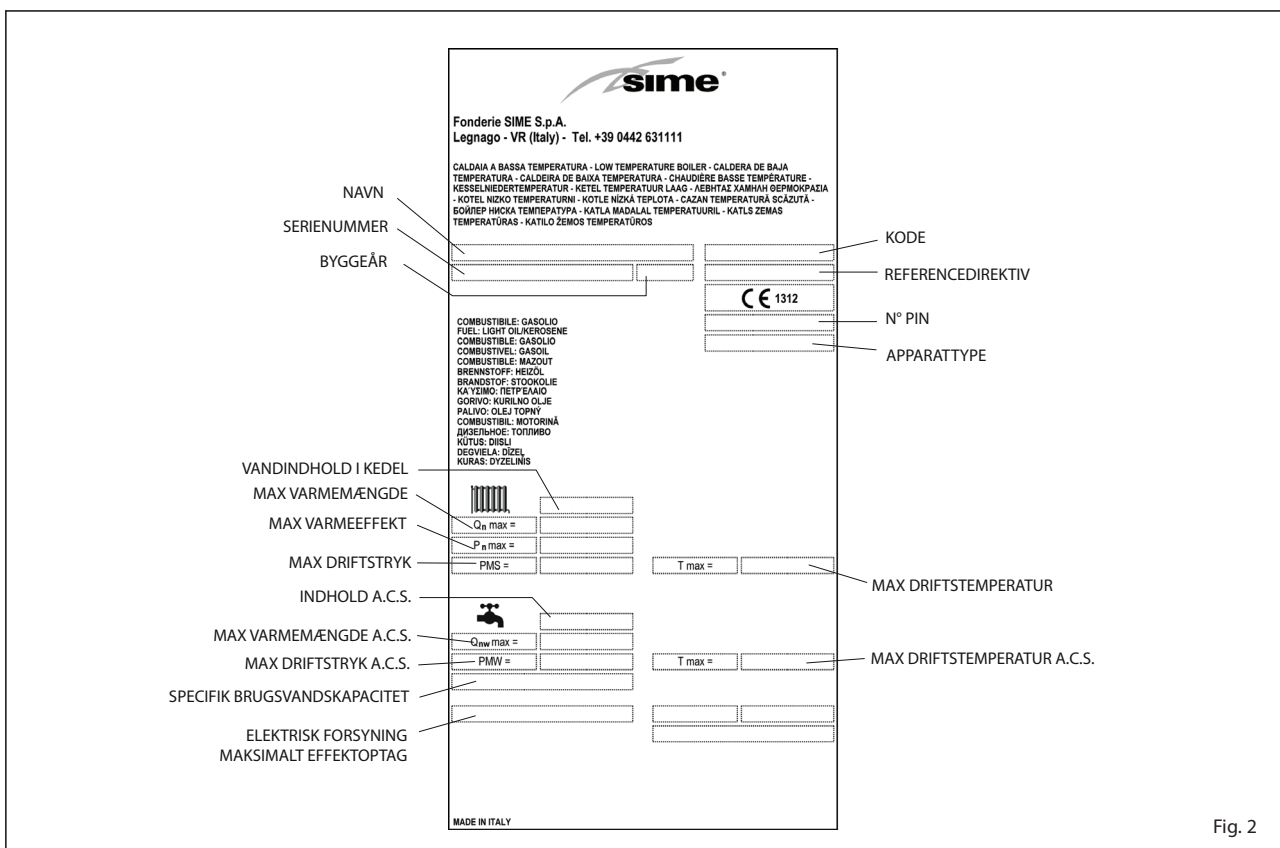

Fig. 2
1.2.1 Skilt med tekniske oplysninger (fig.2)